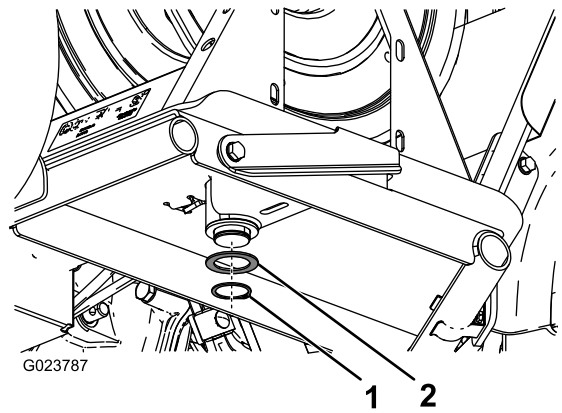

図 7
4. ホースリールフレームの下側で、スイベルプレートの柱にスラストワッシャとスナッピングを取り付ける図 7。